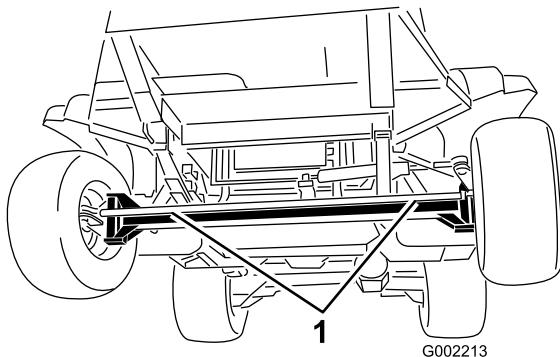
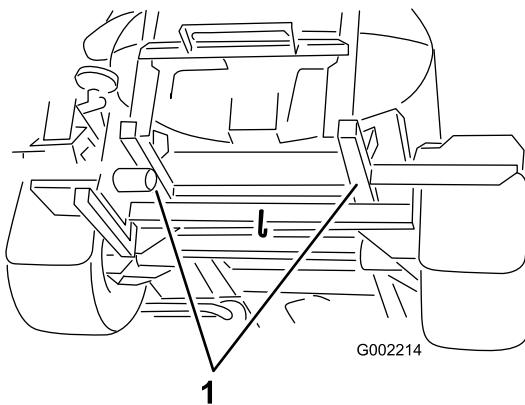

図 26
図 27
2. 牽引ロープを取り付ける。車両前後のロープ掛けポイントについては図 26 と 図 27 を参照。